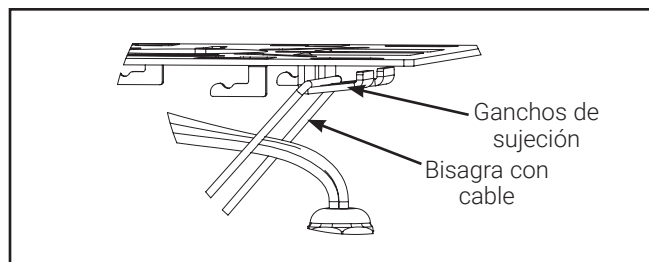

Figure 3A
4. Suspenda la luminaria en la placa de montaje rápido por medio de la bisagra con cable (FIG. 3A).
5. Suspenda la luminaria en la placa de montaje rápido por medio de la bisagra con cable (FIG. 3A).